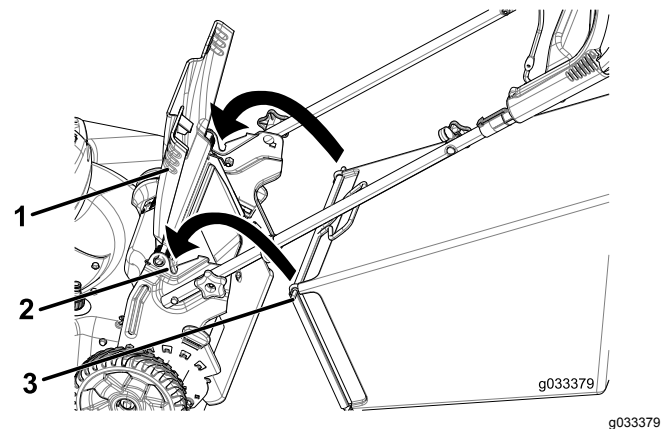

Figura 23
1. Levante y sujete la puerta trasera (Figura 23).
2. Instale la bolsa de recortes, asegurándose de que los pasadores de la bolsa descansan en las muescas de los soportes del manillar (Figura 23).